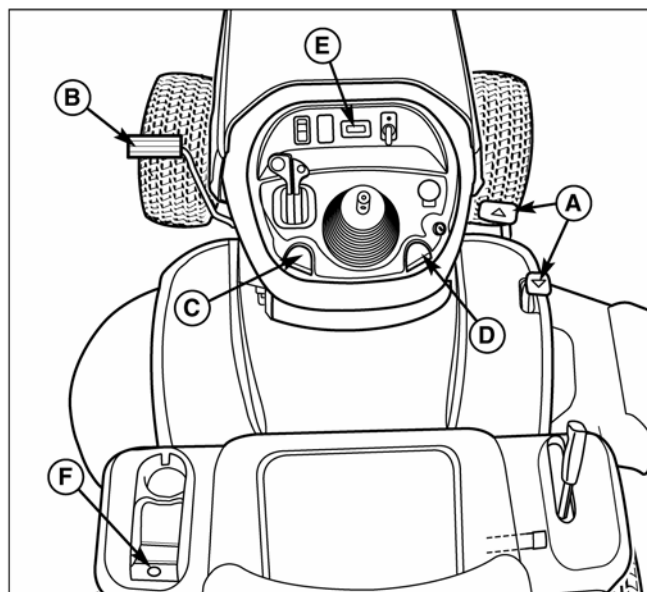

Рис. 2. Включение стояночного тормоза
Включение стояночного тормоза – см. рис. 2. Чтобы включить стояночный тормоз, отпустите педали управления скоростью движения (А), нажмите до упора педаль тормоза (В), потяните вверх рукоятку стояночного тормоза (С), затем отпустите педаль тормоза.
Отключение стояночного тормоза – см. рис. 2. Чтобы отключить стояночный тормоз, нажмите до упора педаль тормоза (В).
1. Потяните вверх рукоятку круиз контроля (D, рис. 2).
3. Поднимите рукоятку круиз контроля (D), когда Вы достигли желаемой скорости движения. Она заблокируется в одном из пяти фиксированных положений.
Счетчик моточасов (Е, рис. 2) измеряет количество часов, когда ключ замка зажигания находился в положении ВКЛЮЧЕНО (RUN).